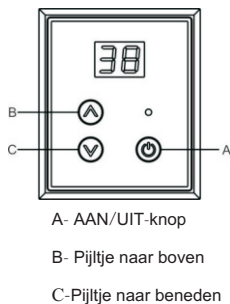

Fig. 7
- Druk op de AAN/UIT-knop. De gasgestookte geiser gaat nu naar de standby-stand. Druk op de UP of DOWN-knop om de temperatuur van de waterafvoer in te stellen (Fig 7). Druk één keer 'Pijltje naar boven' of 'Pijltje naar beneden'. De ingestelde temperatuur stijgt of daalt nu met 1°C. Wanneer 'Pijltje naar boven' of 'Pijltje 0,3 seconden' lang wordt ingedrukt, stijgt of daalt de ingestelde temperatuur met 1°C. Het instelbereik van de temperatuur is 35-60°C